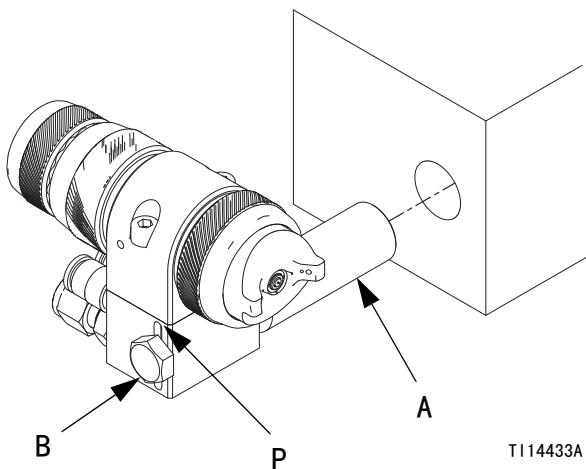

图 3: 往复臂安装
要将喷枪安装在往复臂杆 [0.75 英寸, (19 毫米) 最大直径] 上, 则应按图 3 所示将杆 (A) 穿过歧管上的孔。